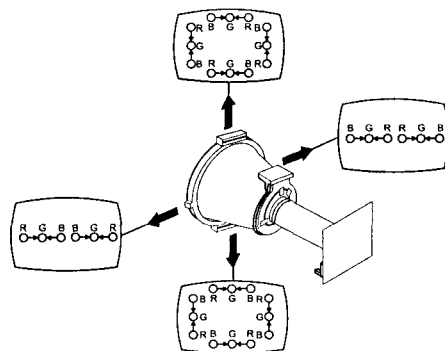

Рис. 2.3. Регулировка динамического сведения лучей кинескопа
2. Перемещая ОС в соответствующем направлении (рис. 2.3) добиваются совмещения лучей в точках на краях экрана.